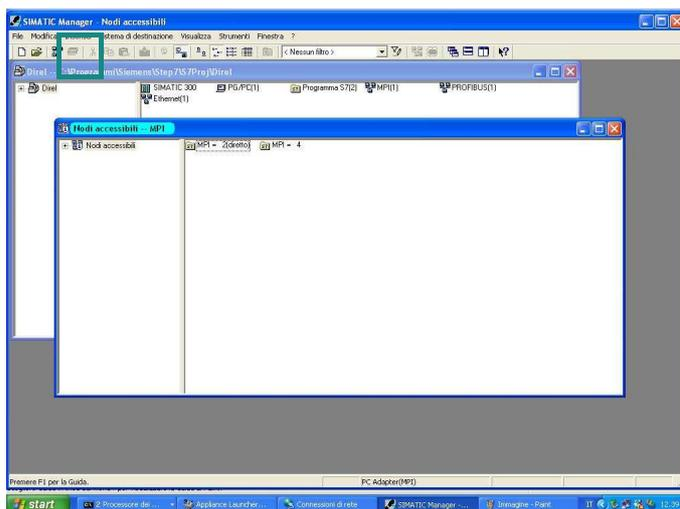

Figura 8: Cliccare su “nodi accessibili” per visualizzare i nodi MPI remoti
5. Cliccare sull'icona NODI ACCESSIBILI per verificare il collegamento con il PLC (quella evidenziata i monitor in figura 8)